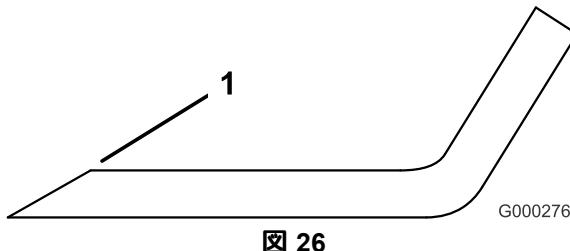

図 26
**注** 研磨は刃先の上面だけを行い、刃の元々の角度を変えないように十分注意する図 26。ブレードの左右を均等に削れば、バランスを狂わすことなく研磨を行うことができる。